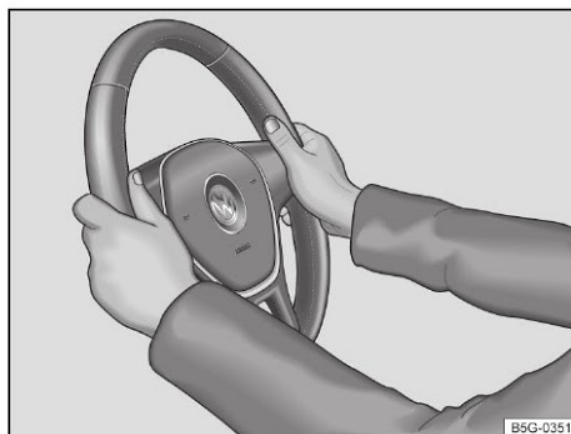

Fig. 55 No volante: posição 9 e 3 horas.
- Ajustar a posição do volante de forma que possa segurá-lo lateralmente pela borda externa na posição de 9h e 3h → Fig. 55 com ambas as mãos e os braços ligeiramente dobrados.
- Pressionar a alavanca ① sempre com firmeza para cima após o ajuste, para que o volante não mude sua posição durante a condução.
- Durante a condução, sempre segurar o volante com ambas as mãos lateralmente na borda externa *na posição de 9h e 3h* → Fig. 55, para reduzir ferimentos causados por um acionamento do airbag frontal do condutor.